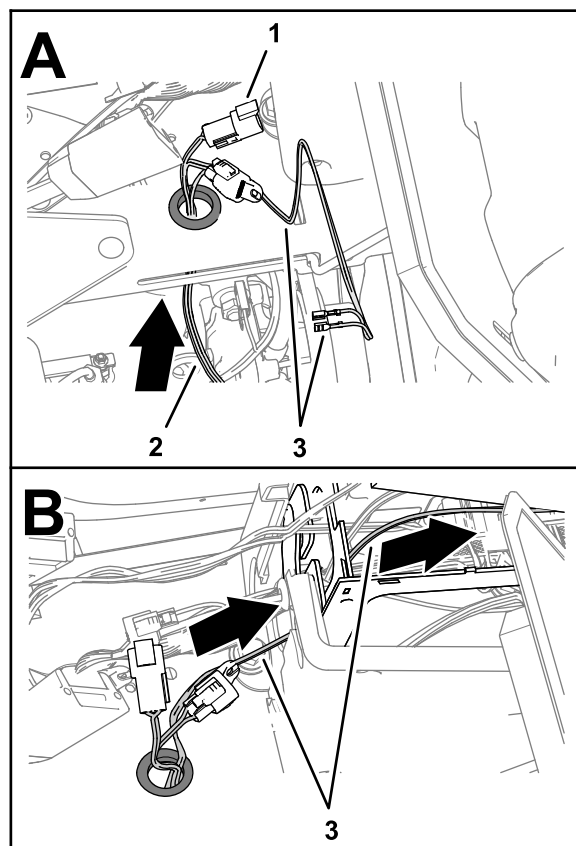

Figura 106
1. Enrute el ramal del arnés de cables marcado REMOTE ENGAGE SWITCH por el anillo de goma (Figura 106) que instaló en 16 Perforación de la base de la consola (página 30).
2. Enrute el ramal del arnés de cables marcado REMOTE ENGAGE SWITCH a la consola central (Figura 106).